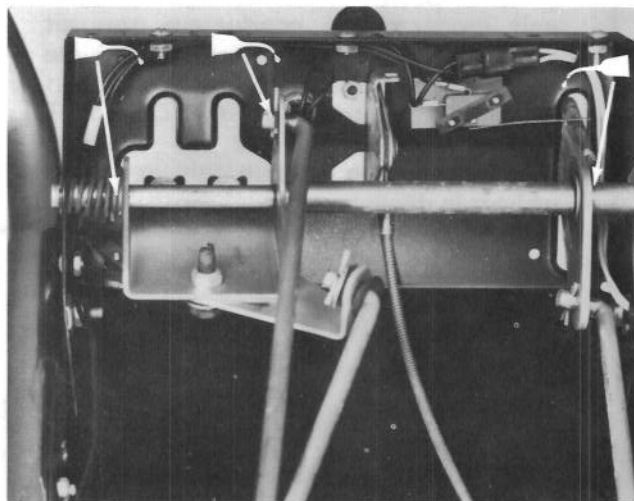

Figure 26
1. Lubrifiez les pivots des tringleries de commande avec quelques gouttes d'huile SAE 10W 40 (Fig. 26 et 27). Essayez l'excès d'huile.